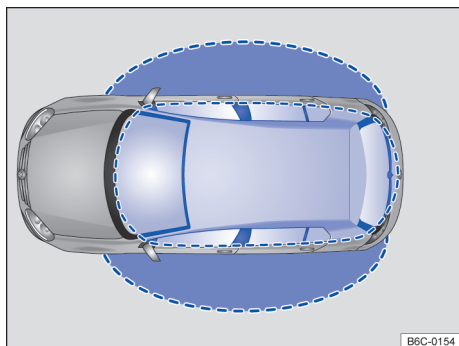

Fig. 55 Sistema de travamento e de partida Keyless Access sem chave: áreas de aproximação.
Sistema de travamento e partida Keyless Access sem chave permite que o veículo seja destravado e travado sem a utilização ativa da chave. Para isso, é preciso haver uma chave do veículo válida na área de aproximação do veículo → Fig. 55. Ao tocar a superfície do sensor nas maçanetas das portas dianteiras → Fig. 56 o veículo é destravado ou travado → ①.